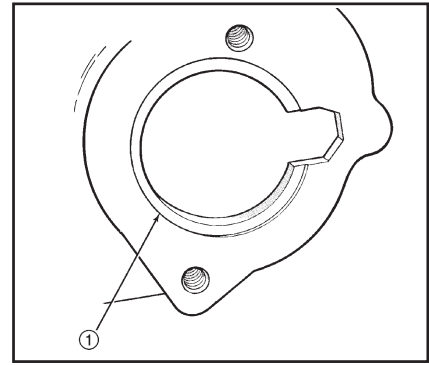

Рис. 38 Углубление под термостат – двигатель 4,0 л
a. Обратите внимание на углубление в головке цилиндров (рис. 38).